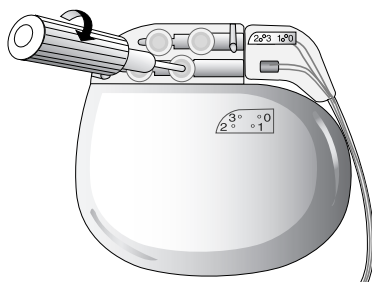

Figure 9. Visser les vis de fixation dans l'opercule auto-étanchéifiant dans le sens des aiguilles d'une montre jusqu'à entendre un clic.
5. Insérer à fond le tournevis dynamométrique dans l'opercule auto-étanchéifiant du bloc connecteur et visser chaque vis dans le sens des aiguilles d'une montre jusqu'à entendre un clic (Figure 9).
Remarque : Orienter le tournevis en appliquant le même angle que celui de la vis (Figure 9).